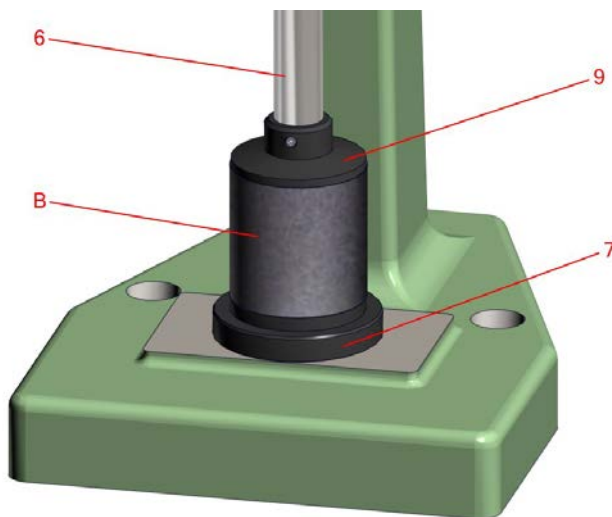

Abb. 5: Eichzylinder (Pos. B) zwischen Stempelkopf (Pos. 9) und Rammuntersatz (Pos. 7) am Rammapparat.
1. Sockel (Abb.5, Pos. 7) in die dafür vorgesehene Halterung am Geräteraahmen (Rammapparat) (Abb.1, Pos. A) montieren.
2. Platzieren Sie den zylindrischen Standard 2 x 2 Zoll AFS oder 50 mm x 50 mm Hauptstahl (Abbildung 5, Pos. B) [im Kalibrierungskit enthalten] auf dem Sockel (Abbildung 5, Pos. 7).
3. Die Hilfsexzenterkurbel (Abb.1, Pos. 2) drehen, um Stempel (Abb.1, Pos. 6) mit dem Rammkopf (Abb. 1, Pos. 9) zu senken bis er auf den Eichzylinder (Abb.5, Pos. B) aufsetzt. Der Rammkopf (bzw. Rammstempelfuß) muss auf der Zylinderoberfläche aufliegen (vgl. Abb. 5).
4. Rechte Vernier Skala f(Abb.2 bzw. 3, Pos. 10) für die Prüfkörperhöhe bei Teilstrich (2" nach AFS oder 50mm metrisch) auf null setzen. Dieser Teilstrich dient auch dem Skalen-Abgleich der linken Vernier-Skala (siehe Abb. 2 bzw. 3, Pos. 17). Andernfalls Schraubverbindung zwischen Stempelkopf (Abb. 5, Pos. 9) und Stempel auf gleichmäßigen Festsitz prüfen. Sitz der Vernier Skalen (Abb. 1, Pos. 17 und 10) nicht verändern! Beide sind herstellerseitig sozusagen dauerhaft befestigt. Sollten sämtliche Maßnahmen einschließlich Reinigen/Entfernen von Sand und/oder Rückständen keine Abhilfe schaffen, umgehend sich mit dem Simpson Kundendienst in Verbindung setzen.